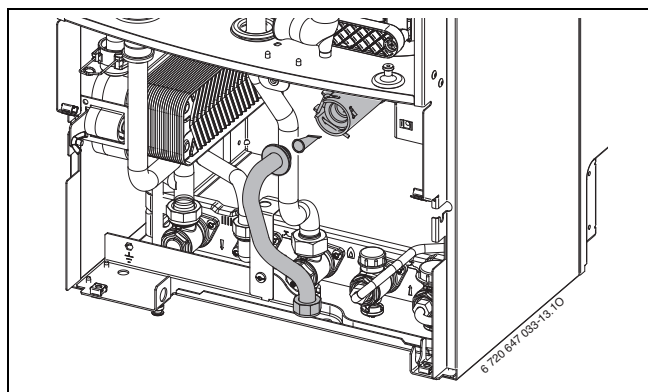

Fig. 72
- ▶ Contrôler l'encrassement du filtre à l'entrée eau froide sanitaire (→ fig 72).